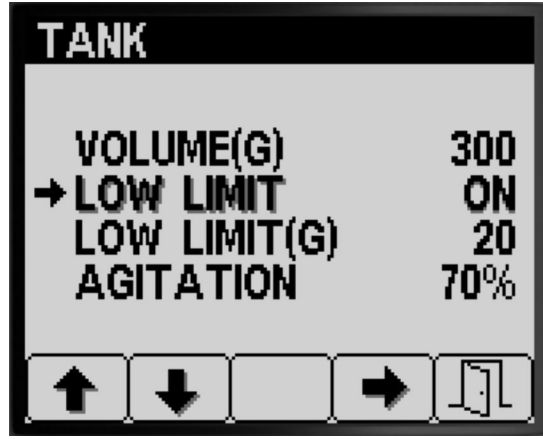

Figure 13
- Appuyez sur le bouton 4 pour activer ou désactiver l'indicateur de limite inférieure de volume dans la cuve (Figure 13).